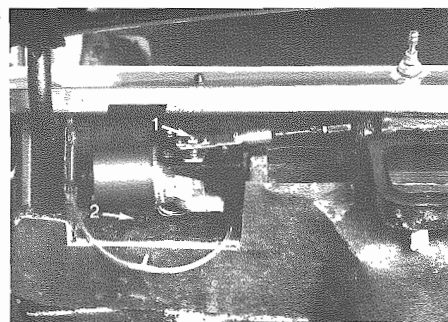

Fig. 4 - 1 Fermo seeger - Circlip
- Staccare il cablaggio elettrico motorino ed estrarre il fermo Seeger sul 1° braccio di rinvio (**Fig. 4**). Smontare il braccio.
- Disconnect electric wires and take out circlip on the 1st driving arm (**Fig. 4**). Remove arm.